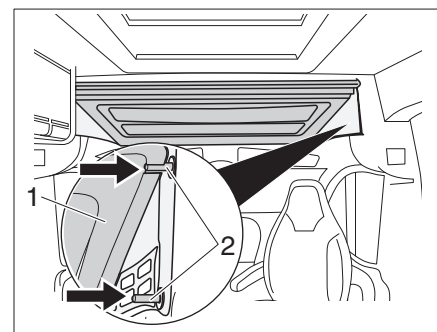

Fig. 28 Multiroof ribaltato verso l'alto
- ▷ Assicurarsi che quando si abbassa il Multiroof (Fig. 28,1) esso poggia sempre saldamente su entrambi i perni di bloccaggio (Fig. 28,2) a sinistra e a destra.
Il Multiroof (Fig. 28,1) può essere posizionato a due diverse altezze con i perni di bloccaggio (Fig. 28,2).
- Sollevare il Multiroof (Fig. 28,1) con una mano. Con l'altra mano, premere sui perni di bloccaggio superiori o inferiori (Fig. 28,2) e bloccare il Multiroof nella posizione desiderata.
- Rimuovere il Multiroof (Fig. 28,1) dall'innesto dei perni di bloccaggio (Fig. 28,2) spingendolo delicatamente verso l'alto.